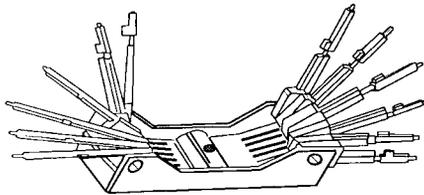

Рис. 5.34. Сменные ключи для изменения секретных комбинаций (С разрешения компании Keedex Mfg)
- Ассортимент сменных ключей (рис. 5.34)